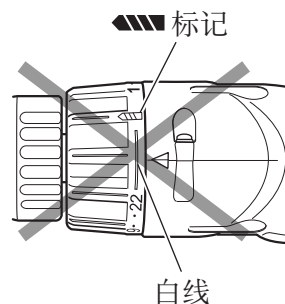

图 5
- 当卡紧盘位于“22”和钻机标记中部的白线之间时，请勿使用本机，否则会造成损坏。（请参照图 5）